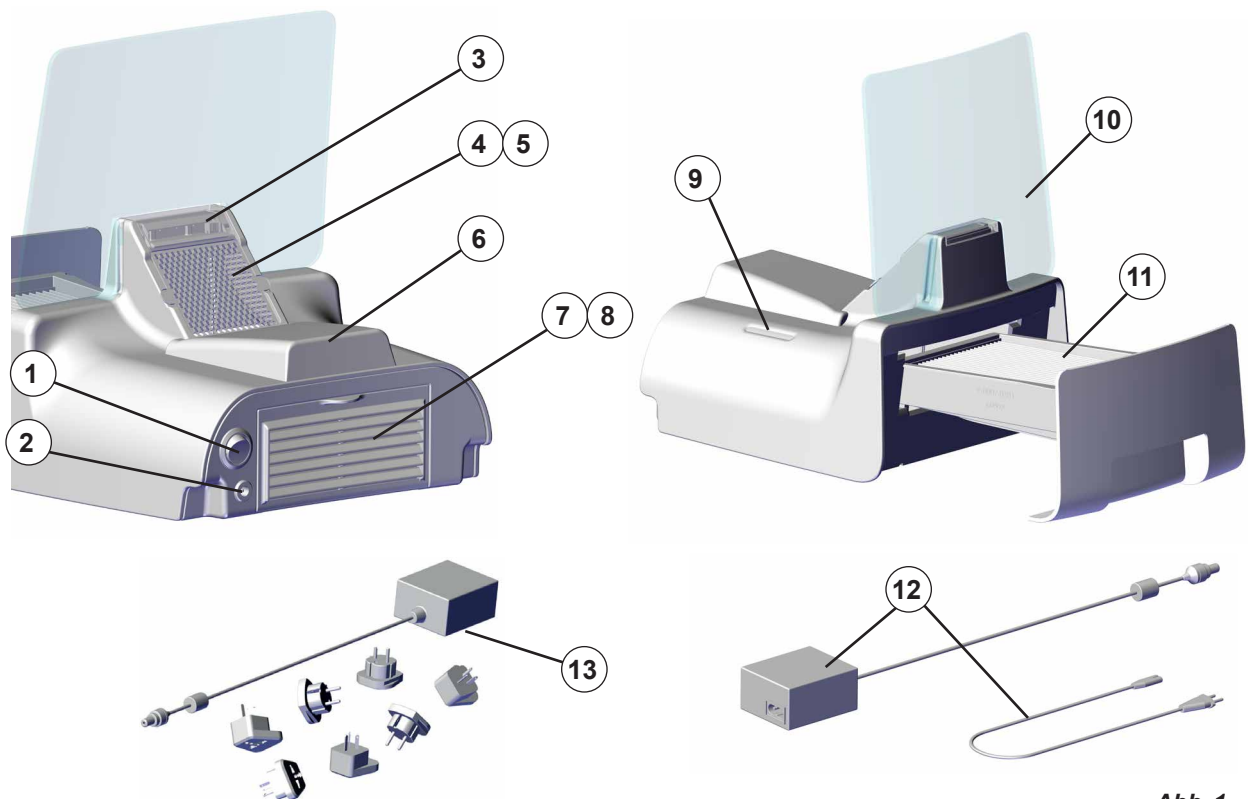

Abb. 1
- ⇒ Gerät am Ein- / Aus-Schalter (1, Abb. 1) ausschalten.
Tischnetzteil (12, Abb. 1):
Steckernetzteil (13, Abb. 1):
Das Gerät wird am Ein-Aus-Schalter (1, Abb. 1) ein- und ausgeschaltet.